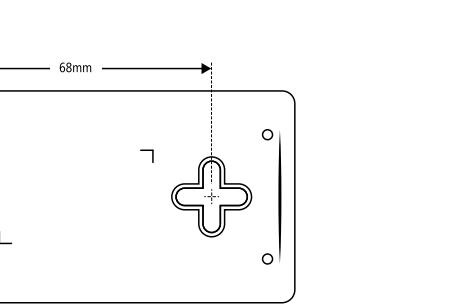

Рис. 1
2. При установке на поверхность сделайте два отверстия в соответствии с разметкой (рис. 1)